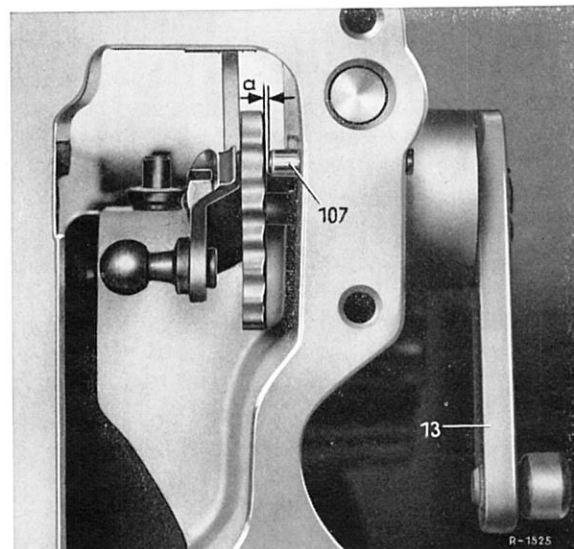

Bild 27–11/46
4 Längenmaß „A“ der Zugstange (76) kontrollieren, erforderlichenfalls einstellen (Bild 27–11/47). Maß „a“ siehe Arb.-Nr. 27–0.